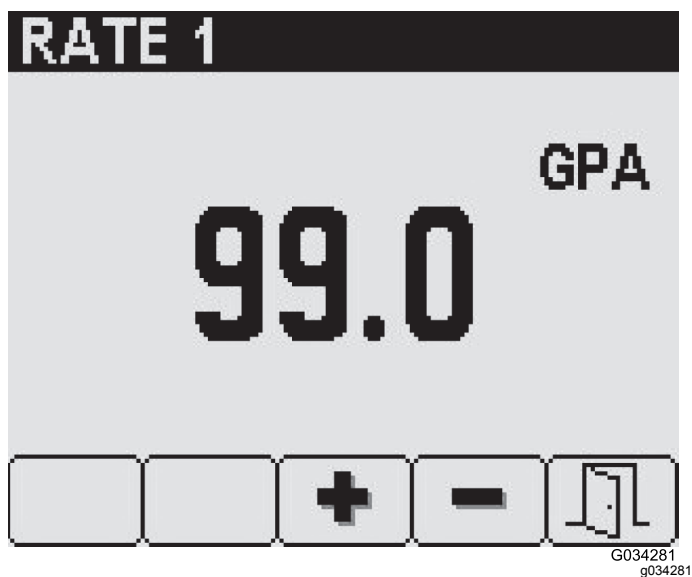

図 18
3. 選択済みレート画面でボタン3と4を使って希望するレートにする 図 18。